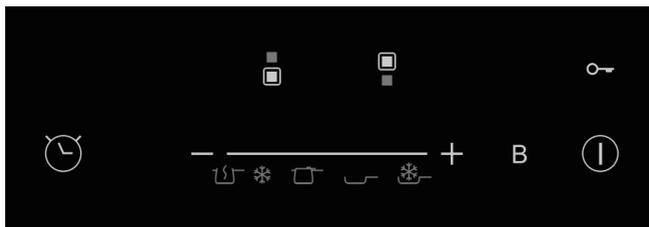

Fig.2 - Abb.2 - Afb. 2 - Рис. 2 - Rys. 2 - Kuva 2.- 图 2 - 2. ábra - Ерк. 2.
**Instrucciones para el usuario (Fig. 2)**